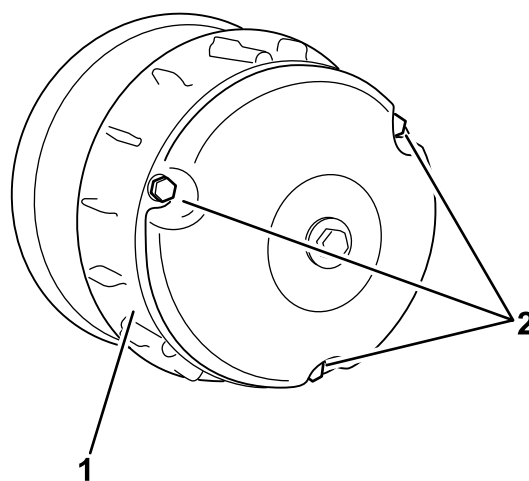

Figura 58
4. Coloque a tampa da embraiagem e fixe-a com os 3 parafusos (Figura 58) que retirou em 2.
2. Retire os 3 parafusos que fixam a tampa à embraiagem e retire a tampa (Figura 58).